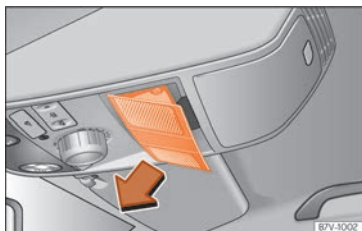

Fig. 17 En el revestimiento interior del techo: retire la cubierta.
- Retire la cubierta en dirección de la flecha » **fig. 17.**